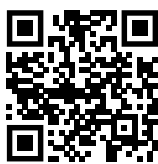

Fig. 140
- ▶ Atverkite Liebherr SmartMonitoring Dashboard. (žr. Fig. 140)